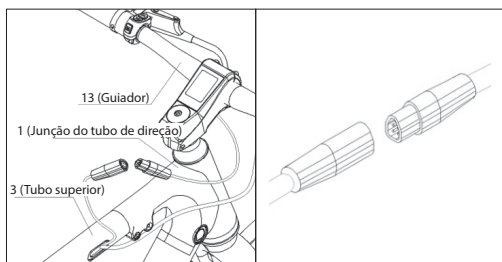
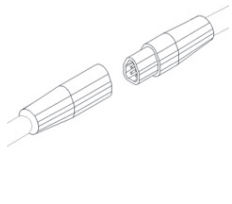

Figura 2-1
Figura 2-2
- Ligar o cabo do sensor do ecrã, como indicado em **Figura 2-1** e **Figura 2-2**.